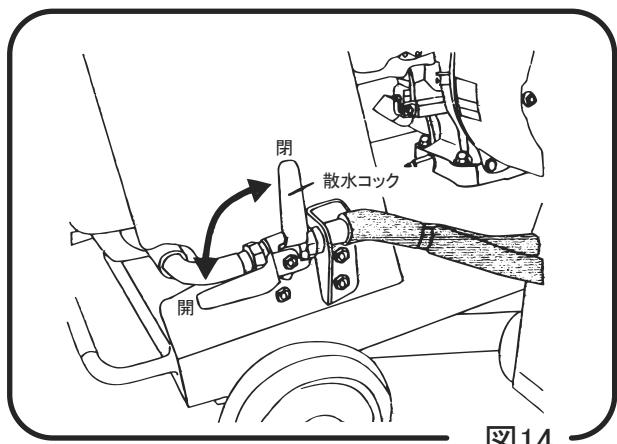

図14
- 2 水タンクの散水コックを開き、ブレードに冷却水を噴射させて下さい。冷却水は少なくとも5～6L/分位必要です。目安としては、水が流れ落ちない程度に噴霧状に飛散している位であれば充分です。水量はコックで調整して下さい。水量に余裕がある時は、水量の多い方がブレードを傷めません。(図14)